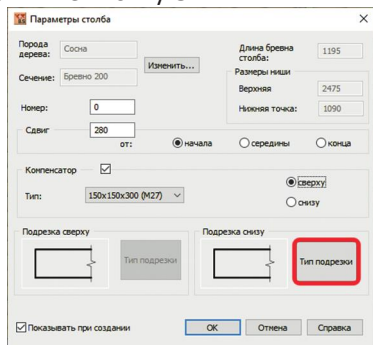
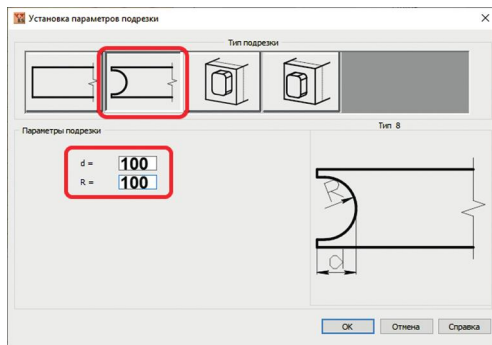

рис. 54
рис. 55
4. В карточке **Параметры столба** в разделе **Подрезка снизу** нажмите кнопку **Тип подрезки** (рис. 54). В следующей карточке **Установка параметров подрезки** выберите **Тип подрезки** в виде полукруга и заполните поля так, как показано на рис. 55. Затем нажмите кнопку **ОК**. Вернувшись в карточку **Параметры столбов**, нажмите кнопку **ОК**.